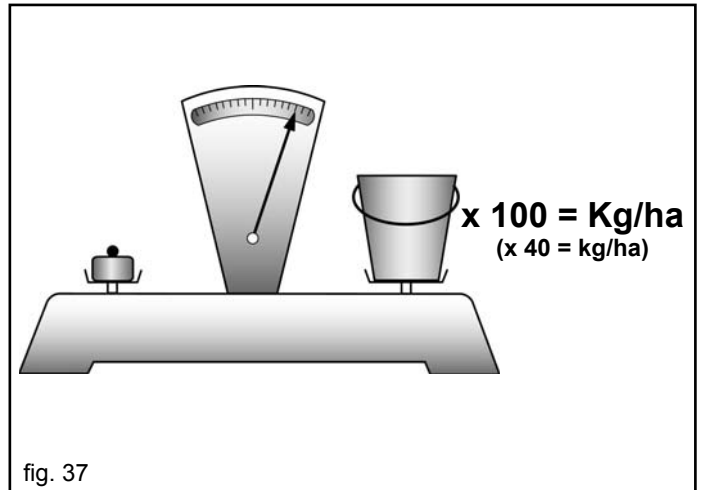

fig. 37
- 7) Pesar la cantidad de semilla recogida en las cubetas y multiplicarlo por 100 o por 40 según de las rotaciones efectuadas, el valor obtenido será igual a la cantidad en kilogramos distribuida por hectárea (Fig. 37).